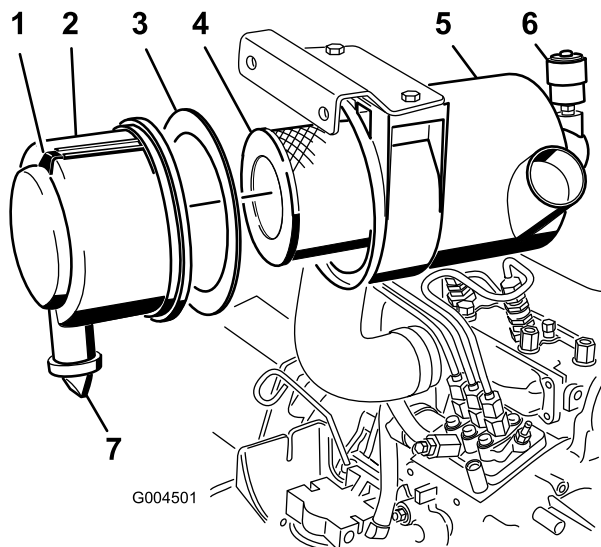

図 44
- ・ エア・クリーナの整備はインジケータ(図 44)が赤色になっていたら、または 400 運転時間ごと(非常にホコリのひどい場所で行っている場合にはよりひんばんに)行ってください。エア・フィルタの整備のしすぎはかえってよくありません。
1. ラッチを引いて外し、カバーを左にひねってボディーからはずす(図 44)。
2. ボディーからカバーを外す(図 44)。
4. 1次フィルタ(図 44)を取り外して交換する。
6. カバーの内側に発泡樹脂製のガスケットが正しく(破損せずに)ついていないことを確認する(図 44)。破損しているガスケットは交換する。
- A. カバーからゴム製の出口バルブを取り外す(図 44)。
10. インジケータ(図 44)が赤になっている場合はリセットする。